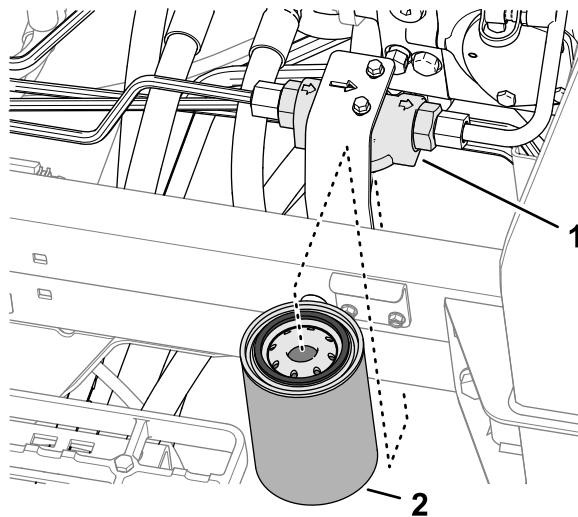

Рисунок 114
3. С левой стороны машины поставьте сливной поддон под фильтр линии нагнетания (Рисунок 114).